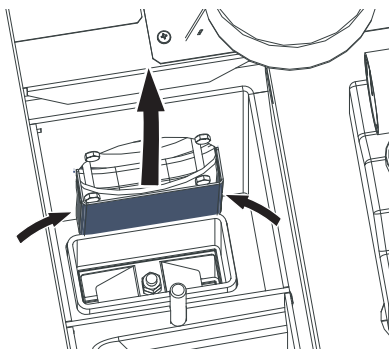

Fig. 64 Rimuovere il deflettore (solo per le caldaie a pellet con collettore di polveri elettrostatico)
- ▶ Comprimere leggermente il deflettore (Fig. 64), rimuoverlo e pulirlo con una spazzola (solo per le caldaie a pellet con collettore di polveri elettrostatico).